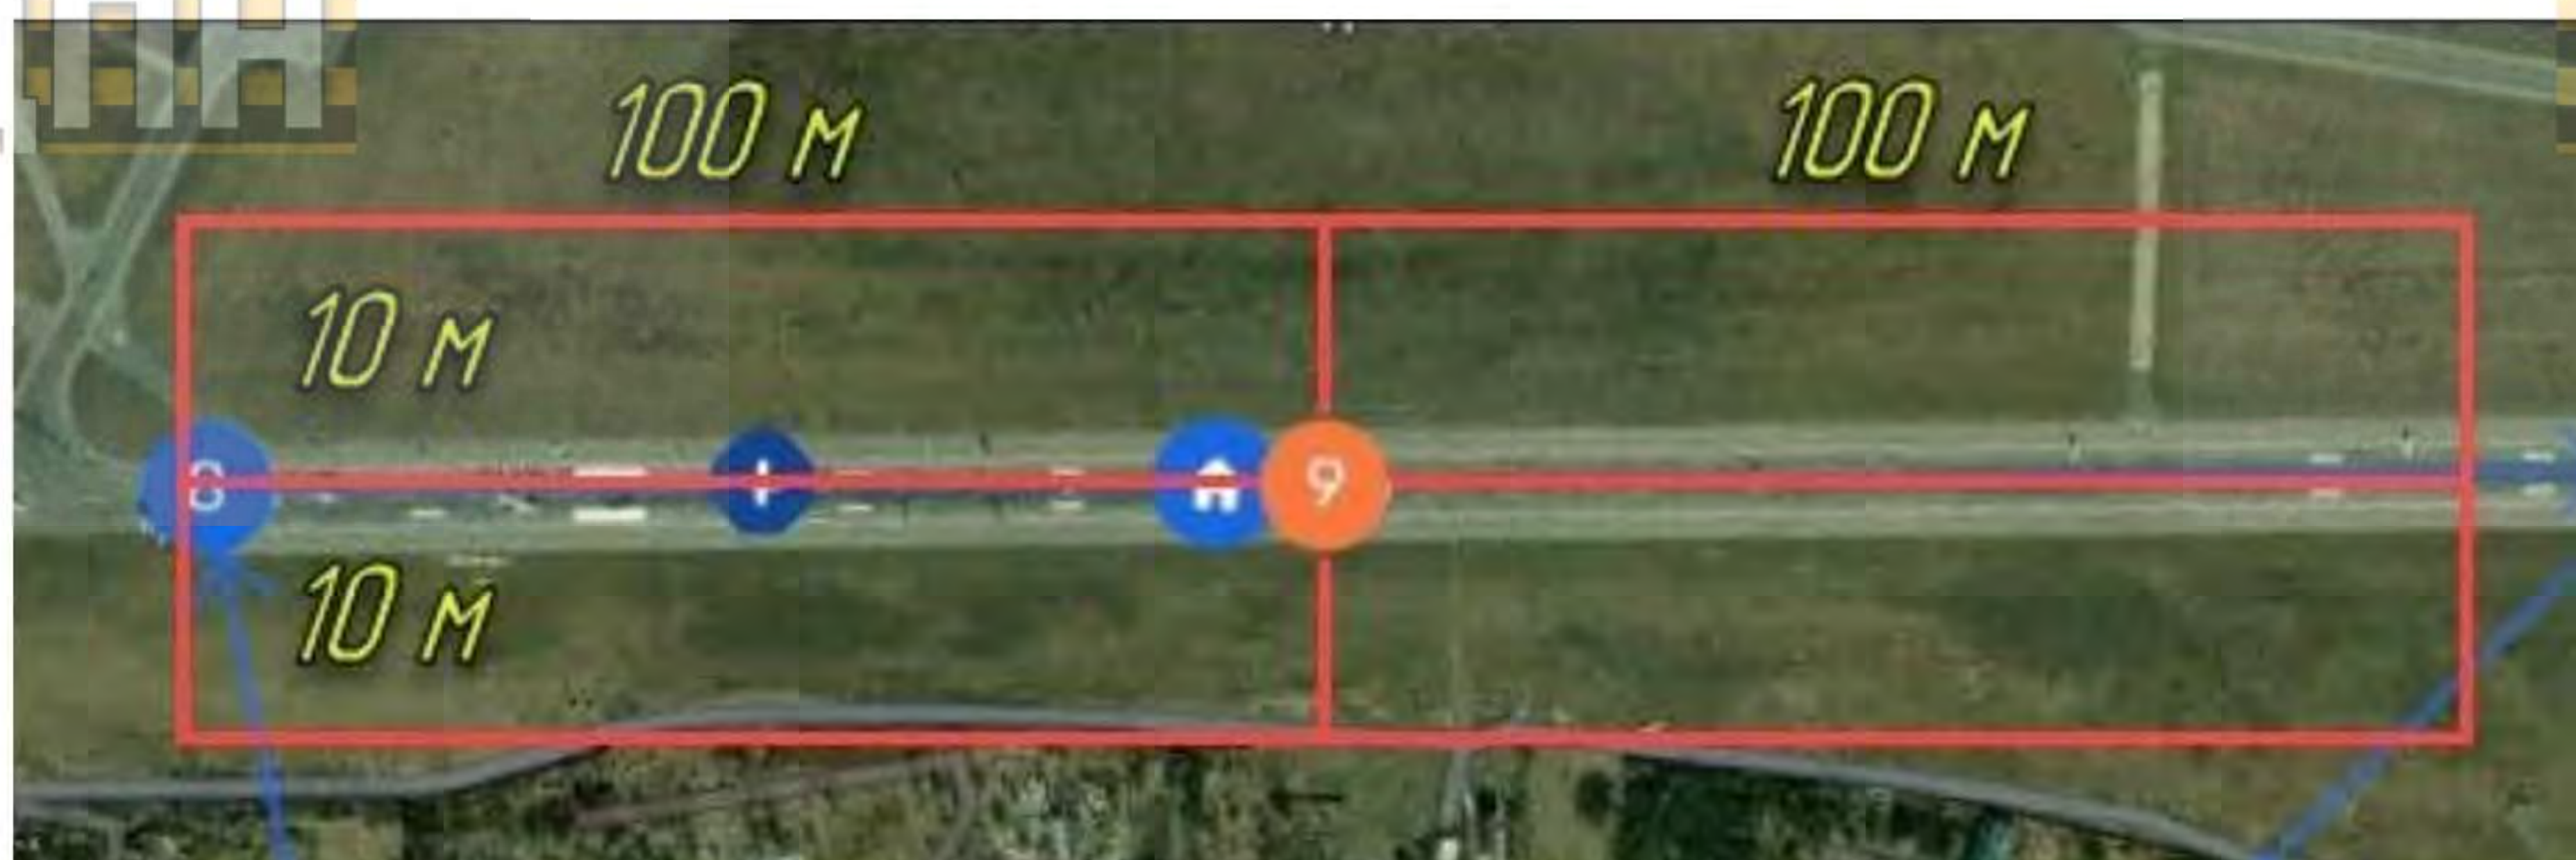

Рис. 4 Требования к расположению ТМ приземления
- *Погодные условия:* Необходимо предусмотреть вероятность влияния внешних факторов на БпЛА (например, резкое изменение погодных условий) при выполнении приземления и учесть, что фактическое место приземления БпЛА может быть перед или вне установленной ТМ "LAND". Таким образом на этапе планирования приземления БпЛА, ТМ нужно располагать так, чтобы на дистанции 100 м до ТМ и 100 м после нее отсутствовали препятствия высотой 5-10 м (Рис. 4).